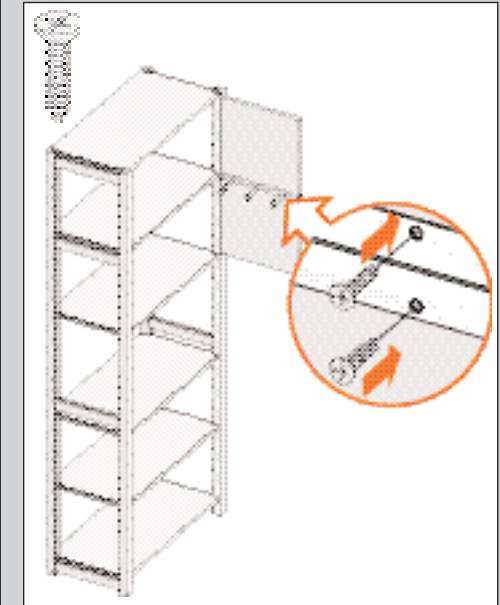

ABBILDUNG 22
3. Befestigen Sie die Verbindungsleiste mit sechs Schrauben zwischen den Türen (siehe Abb. 22).